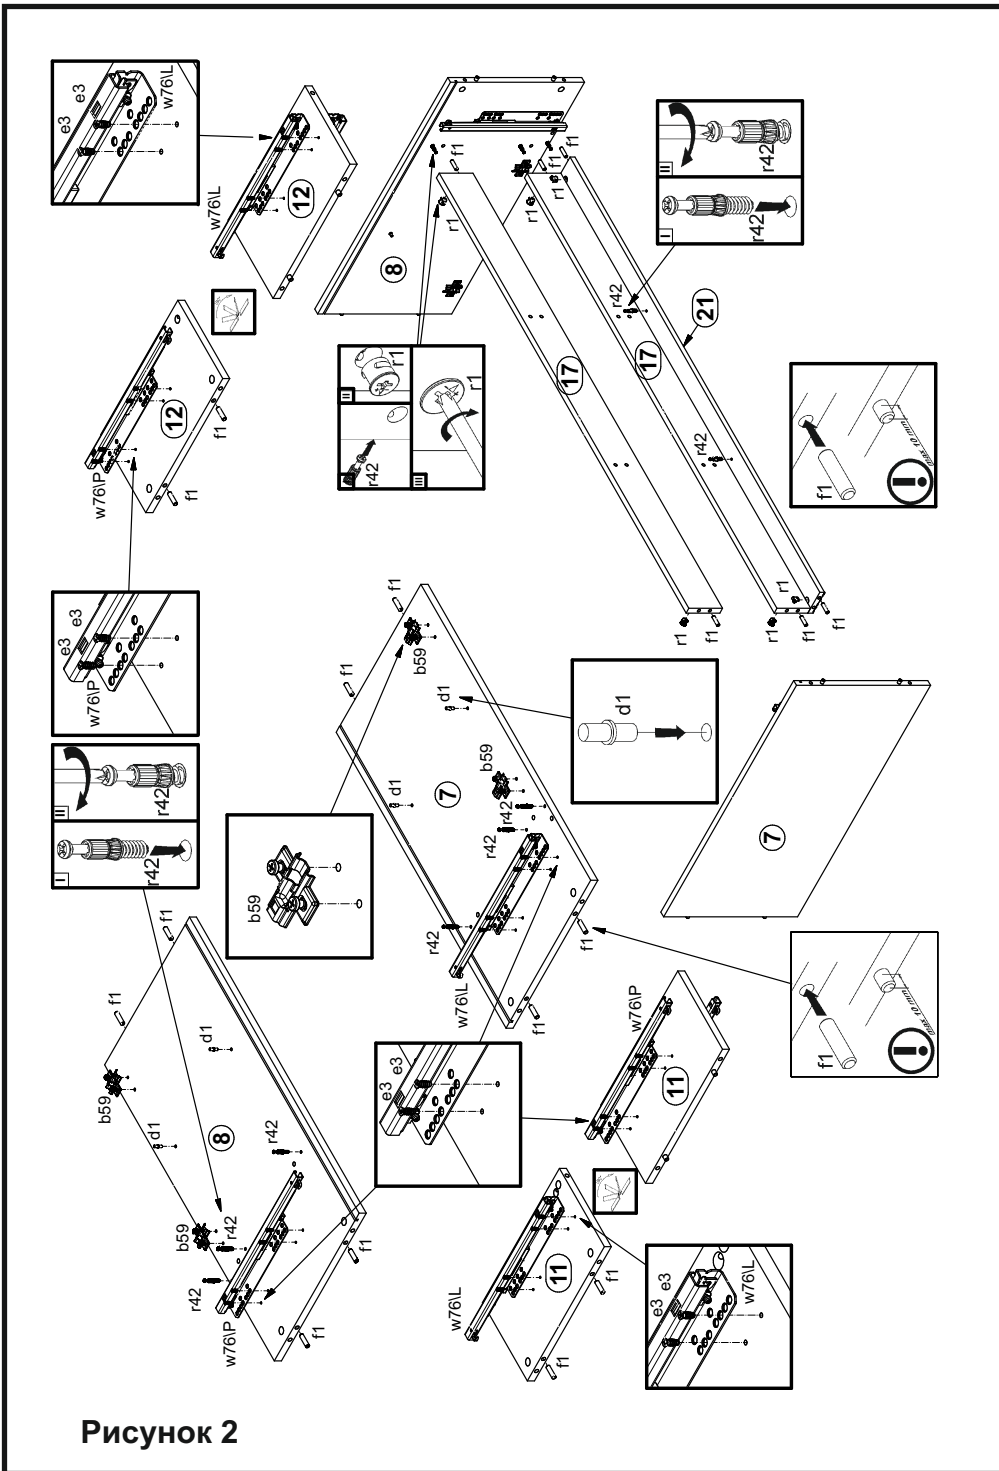
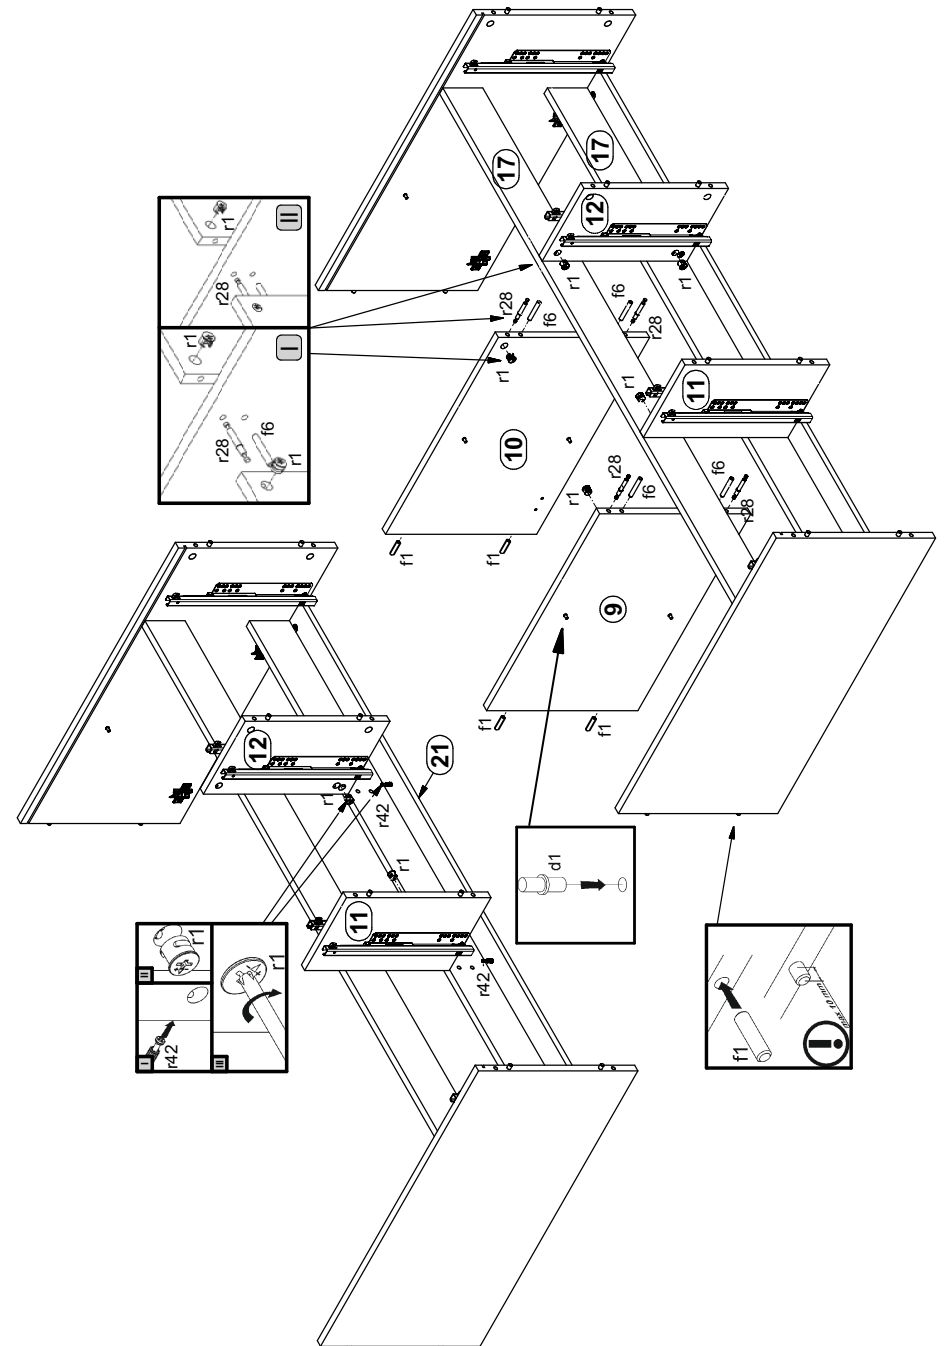
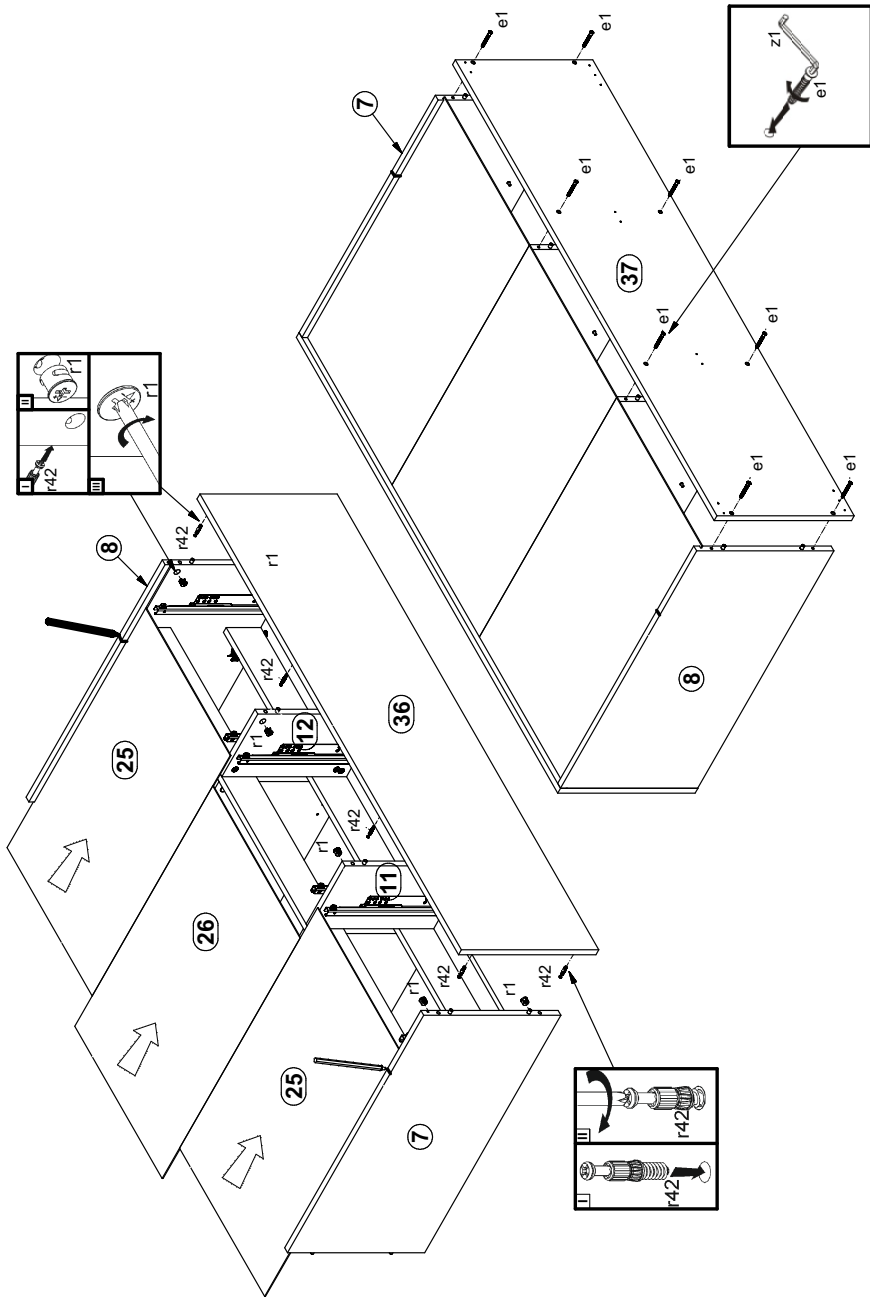

Рисунок 2
Рисунок 3
Рисунок 4
2. В отверстия $\varnothing 8$ мм на верхних и нижних кромках стенок боковых 7, 8 (см. рис. 2), на верхних кромках стенок средних 11,12 (см. рис. 2), на боковых кромках цоколей 17, планки декоративной 21 (см. рис. 2), на нижних кромках стенок средних 9, 10 (см. рис. 3) вбить деревянные шканты f1.
2. В отверстия $\varnothing 8$ мм на верхних кромках стенок средних 9, 10 (см. рис. 3) вбить деревянные шканты f6.
3. В отверстия $\varnothing 5$ мм на внутренних поверхностях стенок 7, 8 закрепить ответные планки петли b59 (см.рис. 2).
5. В отверстия $\varnothing 5$ мм на внутренних поверхностях стенок 7, 8, 11,12 закрепить направляющие w76lP и w76lL шурупами e3 (см.рис. 2).
7. В отверстия $\varnothing 5$ мм на внутренних поверхностях стенок 7, 8 (см. рис. 2), стенку 9, 10 (см. рис. 3), установить полкодержатели d1
8. В отверстия $\varnothing 5$ мм на внутренних поверхностях стенок 7, 8 (см. рис. 2), на нижней поверхности щита 36 (см. рис. 4) вкрутить винты стяжки r42.
9. В отверстия $\varnothing 15$ мм на нижних поверхностях цоколей 17 (см. рис. 2), на задней поверхности планки 21 (см.рис. 2), на боковых поверхностях стенок 7, 8 (см. рис. 4) вставить стяжки эксцентрикковые r1.
10. Соединить детали 7, 8, 17, 21 и затянуть стяжки эксцентрикковые r1, пользуясь отверткой (см. рис. 2). Стяжки эксцентрикковые r1 закрыть заглушками s2.
11. Присоединить стенки 11,12 к планке 21 и затянуть стяжки эксцентрикковые r1, пользуясь отверткой (см. рис. 3). Стяжки эксцентрикковые r1 закрыть заглушками s2.
12. Соединить детали 9,10,11,12 с помощью шкантов f6 и затянуть стяжки эксцентрикковые r1, пользуясь отверткой (см. рис. 3).
13. В пазы деталей 7, 8, 36 вставить стенки задние 25, 26 (см. рис. 4).
14. Присоединить щит 37 к стенкам 7, 8, 9, 10 затянуть конформаты e1, пользуясь ключом z1 (см. рис. 4).